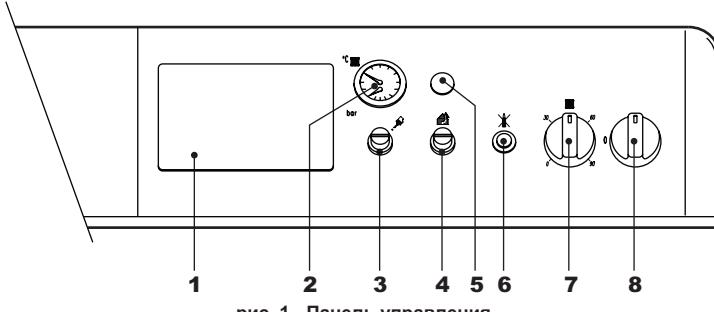

рис. 1 - Панель управления
- Переведите выключатель котла "8" в положение 1 (рис. 1).
- Если котел оборудован электронным терmostатическим блоком управления, установленным в положении 1 (рис. 1), пользователь долженцен также соблюдать инструкции, предоставляемые изготовителем данного блока.
Задайте с помощью терmostата температуры воздуха в помещении нужную температуру внутри помещения. При поступлении команды от комнатного терmostата котел включается, обеспечивая нагревание воды в системе отопления до температуры, заданной регулирующим терmostатом 7 на рис. 1. При достижении в помещении желаемой температуры котел выключается.